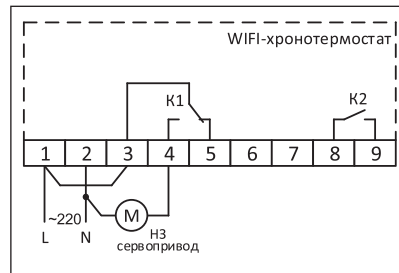

Рис. 3. Подключение нормально закрытых сервоприводов — 220 В
**6.2.3.** В случае работы с нормально закрытым сервоприводом, подключение производится к клеммам 2 и 4 (рис. 3).